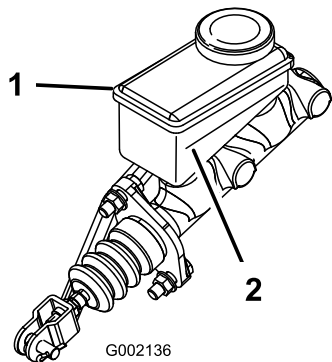

図 44
3. タンクを側面から見てオイルの量を確認する。最低ライン（図 44）まであればよい。不足であれば、キャップの周辺をきれいに拭き、キャップを取り、最低ラインを越えるまで補給する。 入れすぎないこと。